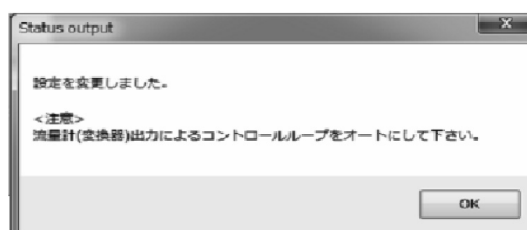

図48
- ⑨ 「OK」をクリックし、選択した設定値に変更されると、メッセージボックス(図48)が表示されますので、「OK」ボタンをクリックすれば設定は終了です。